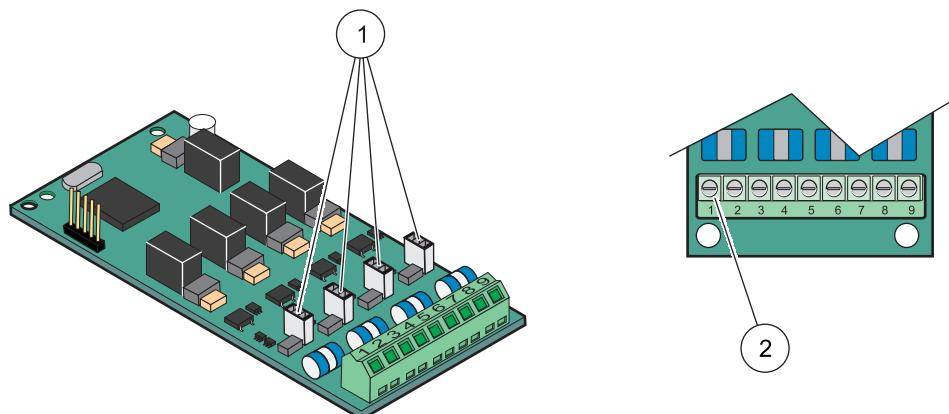

Рисунок 22 Подключения кабеля платы входа (YAB018) и установка перемычки
4. Пропустите кабель через основание модуля, хорошо подготовьте и вставьте каждый провод в клемму в соответствии с Рисунок 22 и Таблица 5. Осторожно подергайте провод после каждой вставки, чтобы убедиться в том, что соединение надежно.